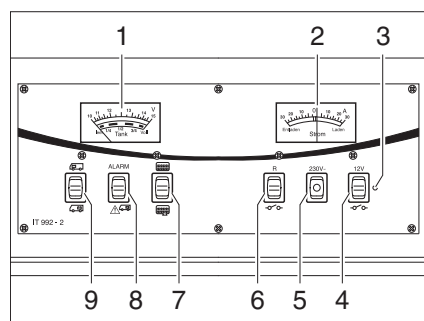

Fig. 151 Panneau de contrôle IT 992
Observer sur l'indicateur de charge/de niveau de réservoir (Fig. 151,1), la graduation supérieure. L'indicateur s'éclaire automatiquement dès qu'un commutateur est actionné.
- Commutateur à bascule (Fig. 151,9) vers le haut "  : La tension de la batterie de démarrage est affichée.
- Commutateur à bascule (Fig. 151,9) vers le bas "  : La tension de la batterie de cellule est affichée.
Observer sur l'indicateur de charge/de niveau de réservoir (Fig. 151,1) la graduation inférieure. L'indicateur s'éclaire automatiquement dès qu'un commutateur est actionné.
- Commutateur à bascule (Fig. 151,7) vers le haut  : Le niveau du réservoir d'eau est affiché.
- Commutateur à bascule (Fig. 151,7) vers le bas  : Le niveau du réservoir d'eaux usées est affiché.
Le voyant d'alerte rouge ALARME (Fig. 151,8) clignote dès que la charge de la batterie de cellule descend en dessous de 11 V (mesurée en marche) et qu'il y a risque de décharge profonde des batteries.
Cet indicateur (Fig. 151,2) permet de visualiser en permanence le flux de courant actuel de la batterie. L'indicateur s'éclaire automatiquement dès qu'un commutateur est actionné.
L'interrupteur principal 12 V (Fig. 151,4) établit ou coupe le panneau de contrôle et l'alimentation 12 V de la cellule.
■ Commutateur à bascule (Fig. 151,4) vers le haut "  " : L'alimentation 12 V de la cellule est assurée. Le voyant de contrôle (Fig. 151,3) s'allume en vert.
■ Commutateur à bascule (Fig. 151,4) vers le bas "  " : L'alimentation 12 V de la cellule est coupée. Le voyant de contrôle (Fig. 151,3) s'éteint.
Le voyant de contrôle 12 V (Fig. 151,3) s'allume dès que l'interrupteur principal 12 V (Fig. 151,4) est enclenché.
Le voyant de contrôle jaune 230 V (Fig. 151,5) s'allume si l'arrivée du bloc électrique est sous tension de réseau.
- Pousser le commutateur à bascule (Fig. 151,6) vers le haut ; le circulateur est mis en service.
- Pousser le commutateur à bascule (Fig. 151,6) vers le bas "  " ; le circulateur est désactivé.